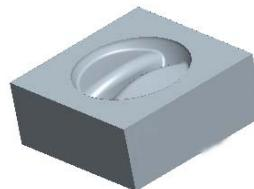

图 11.9 着色后的上半部分体积块
Step6. 系统弹出“属性”对话框，在该对话框中单击 **着色** 按钮，着色后的体积块如图 11.9 所示。然后在对话框中输入名称 UPPER_MOLD_VOL，单击 **确定** 按钮。